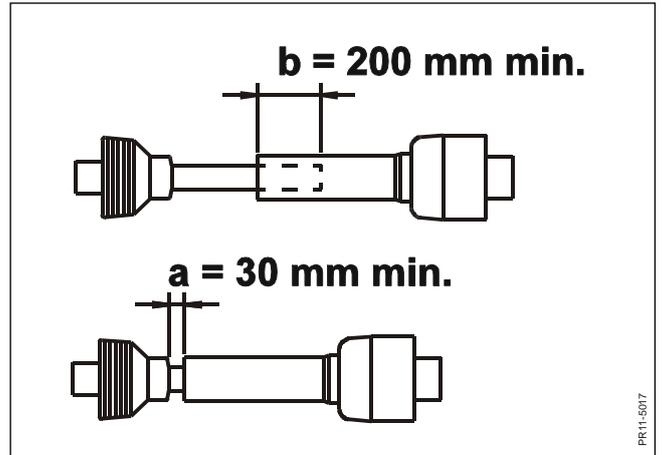

Fig. 2-7
**Fig. 2-7** Die Gelenkwelle in der Länge so anpassen, dass sie in Arbeitsstellung mindestens 200 mm Überlappung auf den Profilrohren hat, in keiner Stellung dichter am Block ist als 30 mm und in weitest ausgezogener Stellung mindestens 100 mm Überlappung hat.